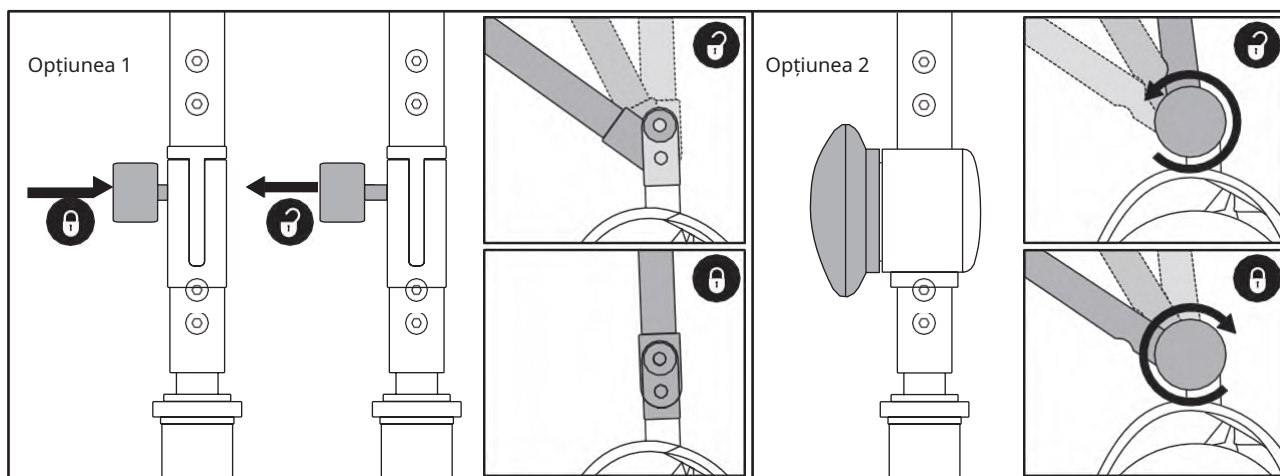

Figura 4. Butoane de reglare a tije
1. Cu scaunul și acumulatorul scoase (vezi Procedurile de dezasamblare pe pagina precedentă), coborâți timonei și strângeți butonul de reglare a timonei. Vezi figura 4.
3. Ridicați bara și fixați complet butonul de reglare a tijei. Vezi figura 4.